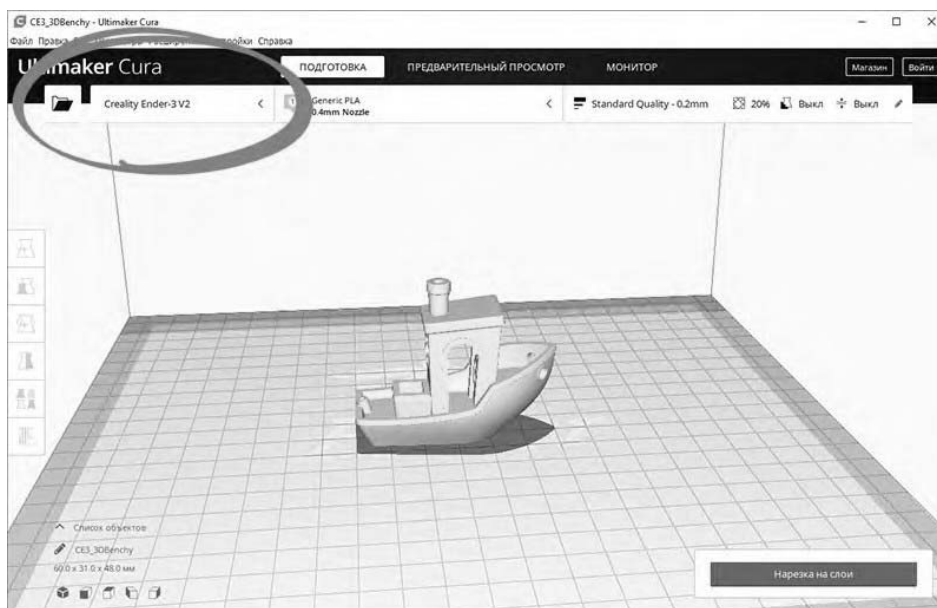

Рисунок 1.24 – Выбор модели 3D-принтера
*Выбор принтера.* Данный пункт выполняется при необходимости. В левом верхнем углу окна слайсера отображается название принтера (рисунок 1.24). Если в программе-слайсере добавлена только одна модель принтера, то в данном пункте будет отображаться именно она, и нет необходимости выбирать модель.